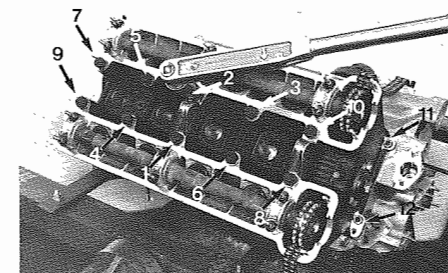

Fig. 51 - Numerazione di montaggio - Assembly numeration
- Appoggiare la testa cilindri sul basamento inserendo i grani di centraggio; serrare le viti di fissaggio Ø 12 secondo l'ordine di **Fig. 51** alla coppia prescritta (vedi pag. 1-7). In seguito serrare i dadi 11 e 12 Ø 8 alla coppia prescritta (vedi pag. 1-7).
- Place the cylinder head on the crankcase inserting the centering dowels: screw in Ø 12 screws following the order of **Fig. 51** and lock them at the given tightening torque (see page 1-7). Then lock Ø 8 nuts 11 and 12 at the given tightening torque (see page 1-7).